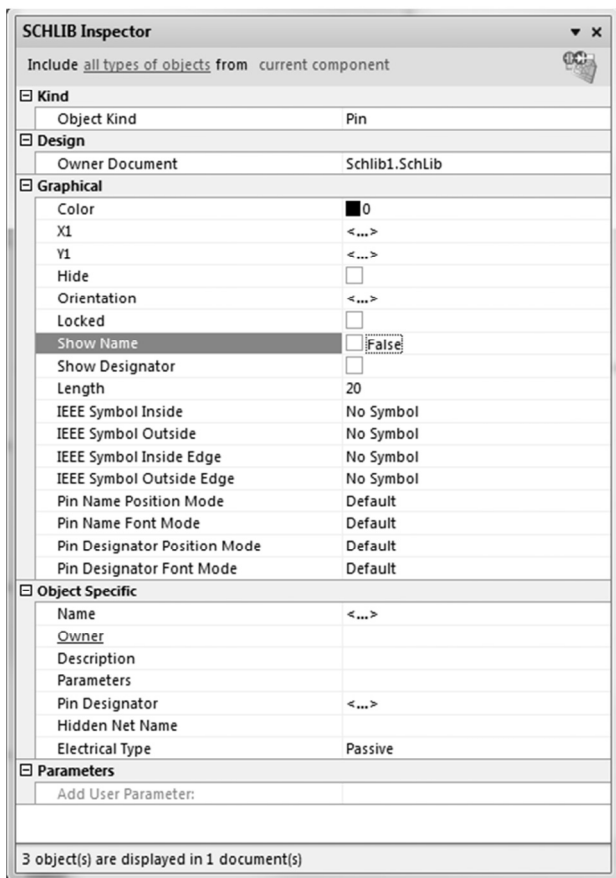

Рис. 2.8. Редактирование видимости имен и номеров контактов для всех трех контактов с помощью панели SCHLIB Inspector
8. Можно легко изменить настройку видимости имен и номеров контактов. Для этого надо выделить только сами контакты ([Shift + ЛКМ] на каждом контакте), нажать [F11], чтобы вызвать панель Инспектора (**Inspector**) и отключить/включить настройки **Show Name** и **Show Designator**, как показано на рис. 2.8.